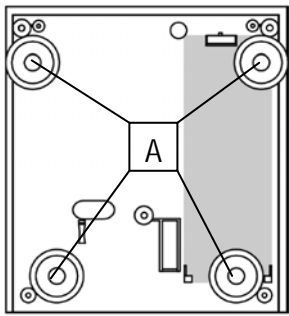

Fig. 3
- 2) Fissare la sirena al muro utilizzando i fori previsti (fig. 3 "A" - in caso di necessità rimuovere il modulo dalla propria sede).